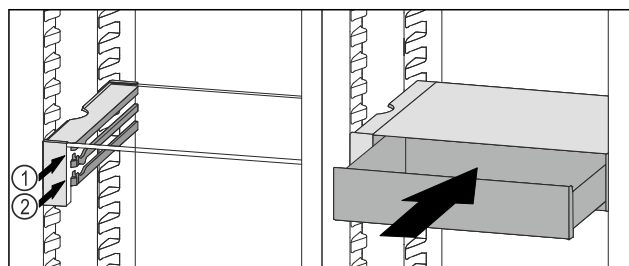

Fig. 126
- ▶ Założyć szufladę VarioSafe za stoperami na wybranych żebrach Fig. 126 (1) lub Fig. 126 (2).